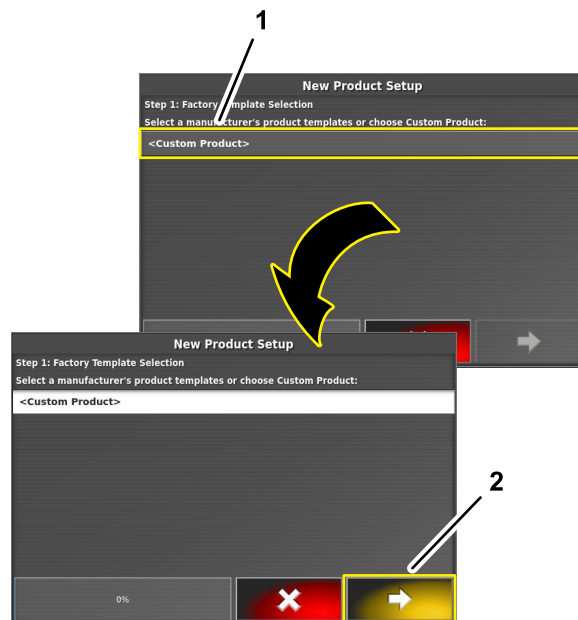

Figura 117
6. En el paso 1 de el cuadro de diálogo Configuración de nuevos productos, pulse el icono PRODUCTO PERSONALIZADO y pulse el icono Siguiente (Figura 117).